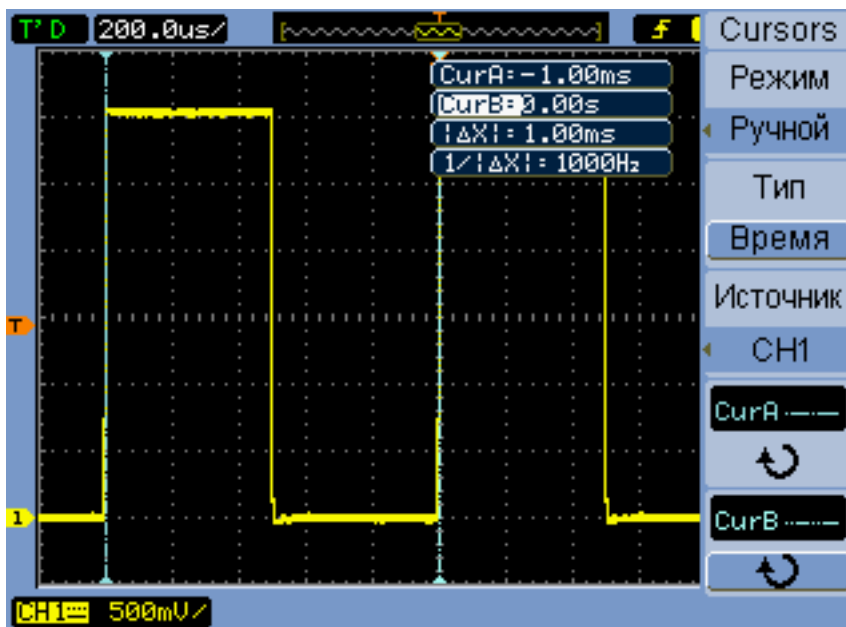

Рис. 10 Использование курсоров времени для измерения периода и частоты сигнала прямоугольной формы
- 18 Поверните ручку **ввода**, чтобы расположить курсор времени В на втором переднем фронте сигнала в центре дисплея. Изображение на дисплее осциллографа теперь должно соответствовать **Рис. 10**.